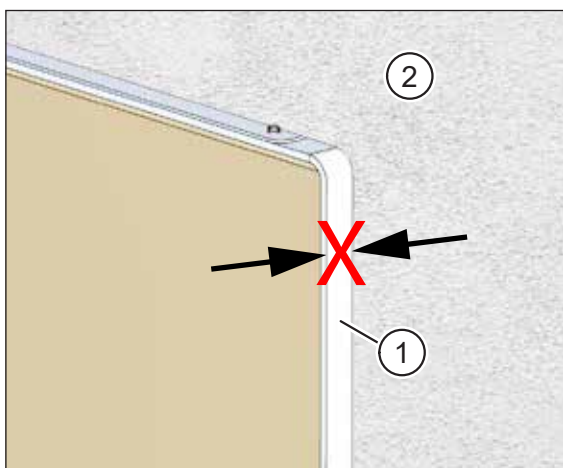

Abb. 31: Putzrahmen steht über Putz über
- Der Putzrahmen (Pos. 1 in Abb. 31) steht über den Putz (Pos. 2 in Abb. 31) über.